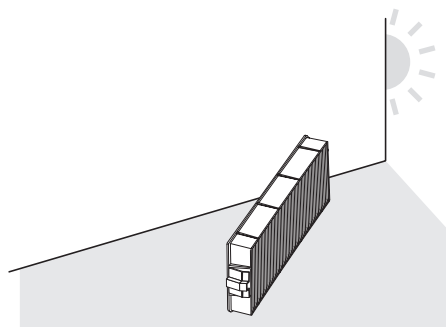

図 2
**2) エアフィルターユニットを乾燥させる (図 2)**